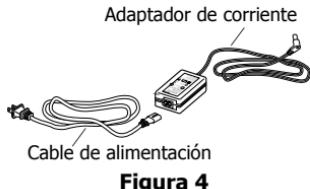

Figura 4
- 1 Inserte el cable de alimentación en el adaptador de alimentación. Ver Figura 4.